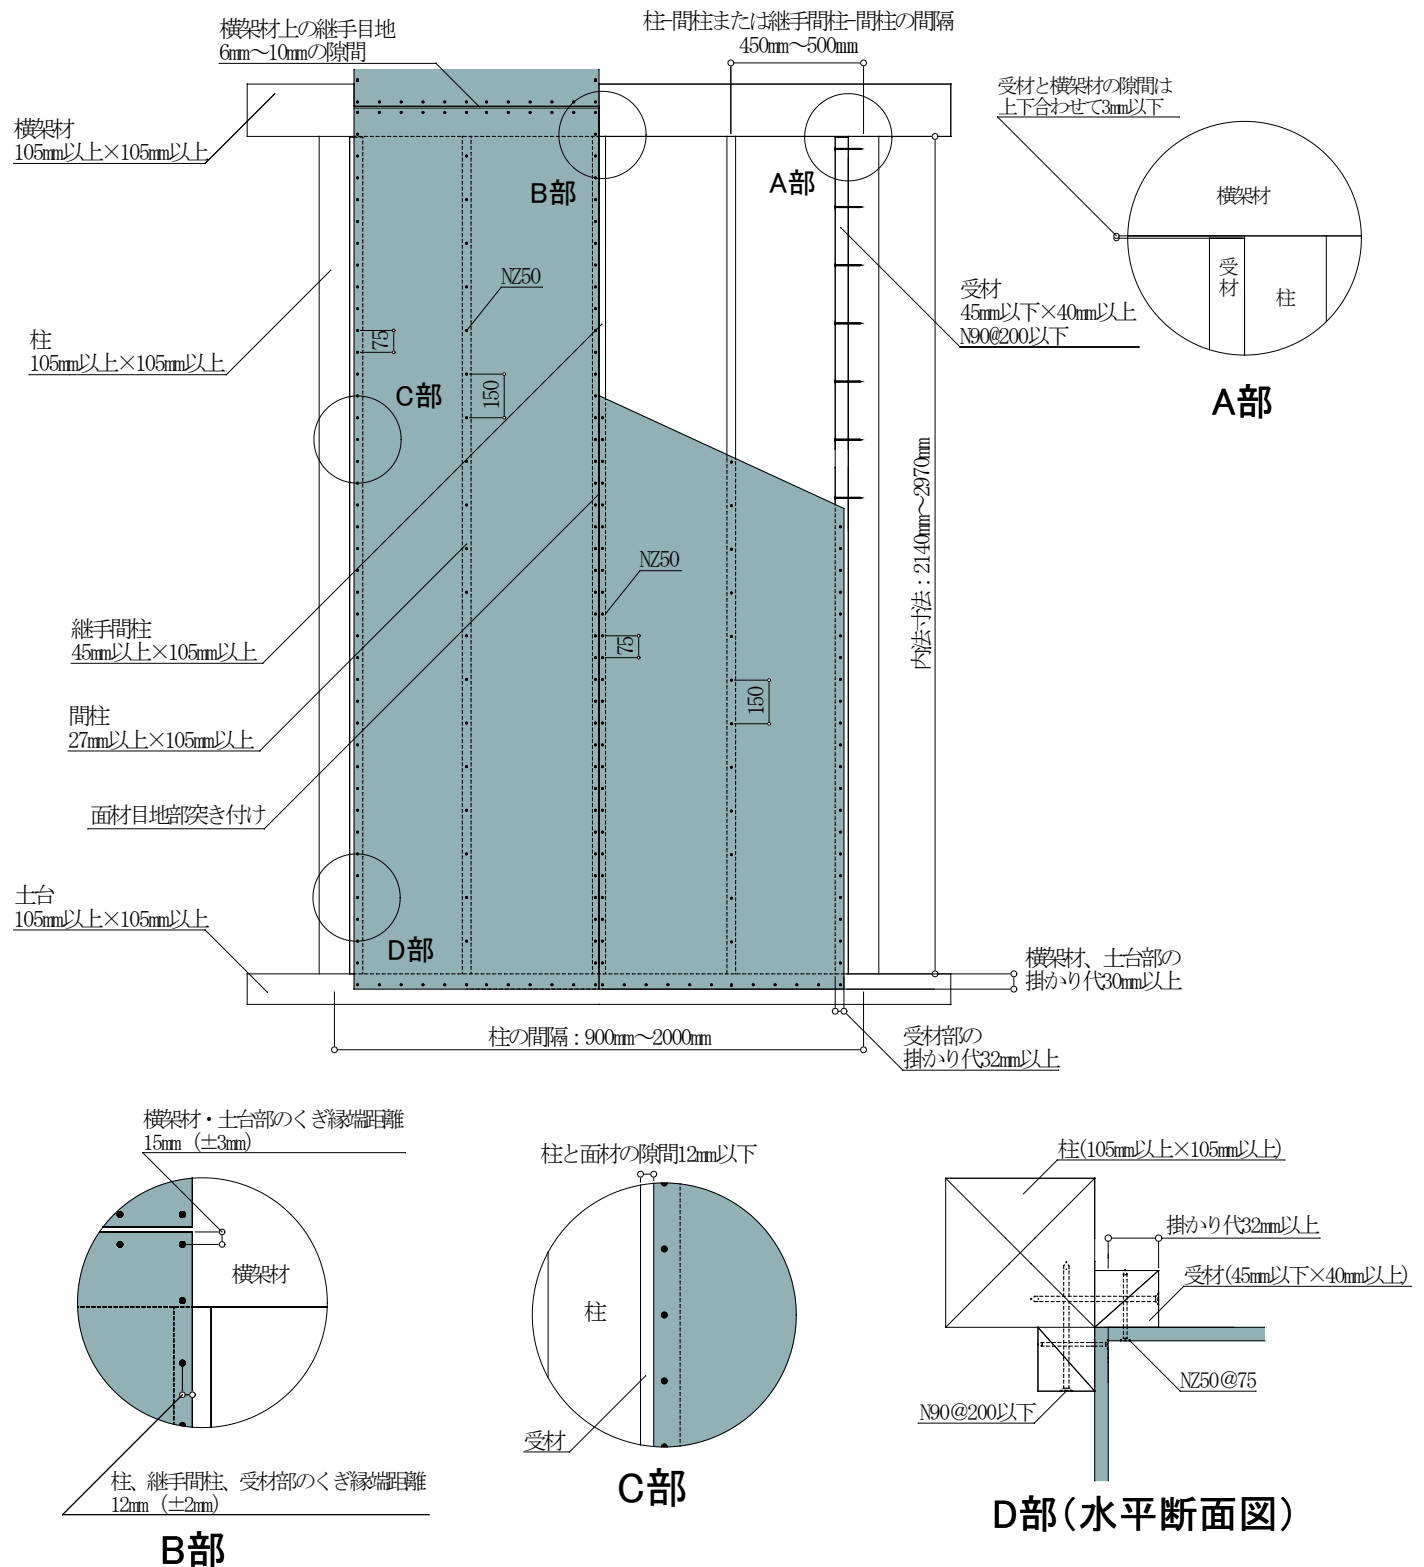

図8 入隅仕様 (FRM-0680 : 2.5倍) 施工概略図 (2Pの場合)
施工においては、図8および注意事項に記載の内容を遵守してください。
- ・タイガーEX ハイパーは、原則 1 枚張りとし、縦継ぎ張りについては、P28「⑧縦継ぎ張りについて」をご確認ください。
- ・図 8 は 2P の施工例となっておりますが、1P の場合も耐力壁とできます。